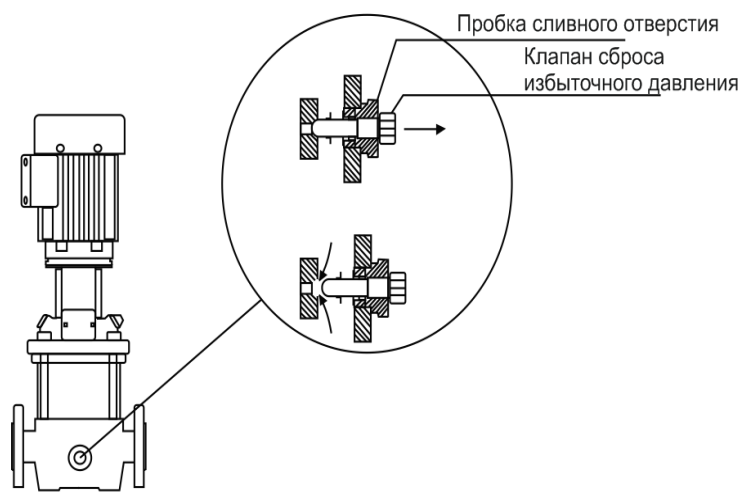

Рисунок 6
6. Пробка сливного отверстия оснащена клапаном сброса избыточного давления. При достижении в системе давления равного 6 бар, происходит автоматическое срабатывания этого клапана, что позволяет сбросить избыточное давление в системе и избежать повреждения насоса и системы (смотрите рисунок 6 ниже).